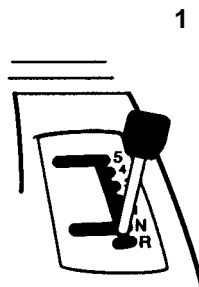

Fig. 7
3. Spostate la leva del cambio in posizione folle ("N") (Fig. 7).